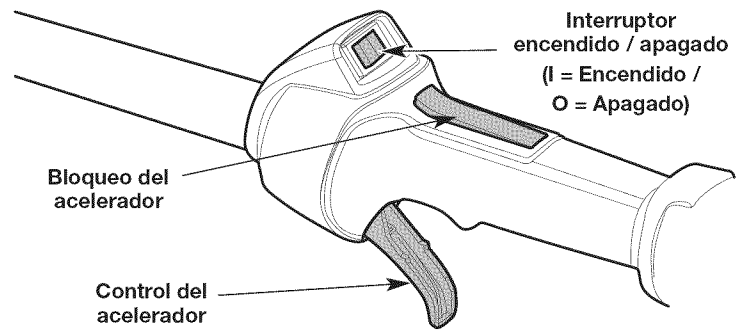

Fig. 15
NOTA: No hay necesidad de encender la unidad. El interruptor de Encendido/Apagado debe estar en la posición **Encendido (I)** en todo momento (Fig. 15).
5. Oprima y mantenga el bloqueo de acelerador. Apriete y mantenga apretado el control del acelerador (Fig. 15). Tire de la cuerda de arranque con un movimiento controlado y firme **5 veces** para arrancar la unidad (Fig. 17).
2. Oprima y no suelte el interruptor de control de Encendido y Apagado en la posición **Apagado (O)** hasta que el motor se detenga por completo (Fig. 15).
6. Oprima y mantenga el bloqueo de acelerador. Apriete y mantenga apretado el control del acelerador (Fig. 15). Eche a andar el accesorio Speed Start™ por intervalos no mayores de 2 segundos cada vez hasta que la unidad arranque.